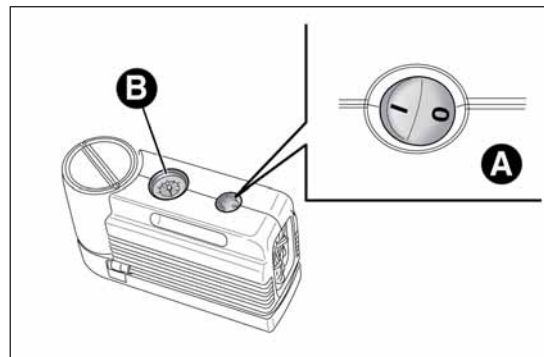
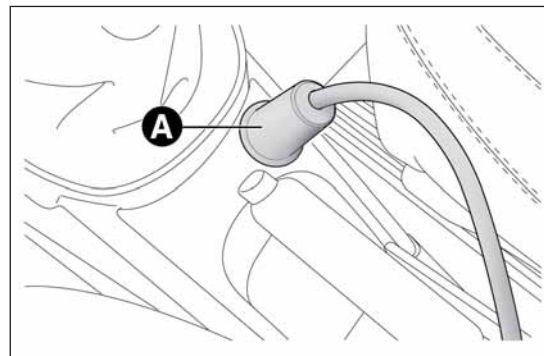

fig. 129
fig. 130
- assicurati che l'interruttore A fig. 129 del compressore sia in posizione 0 (spento), avvia il motore, inserisci la spina A fig. 130 nella presa di corrente ubicata sul tunnel centrale, accendi il compressore portando l'interruttore A fig. 129 in posizione I (accesso);
- gonfia il pneumatico alla pressione indicata nel paragrafo "Ruote" nel capitolo "Dati tecnici". Per ottenere una lettura più precisa verifica il valore della pressione sul manometro B fig. 129 con compressore spento;